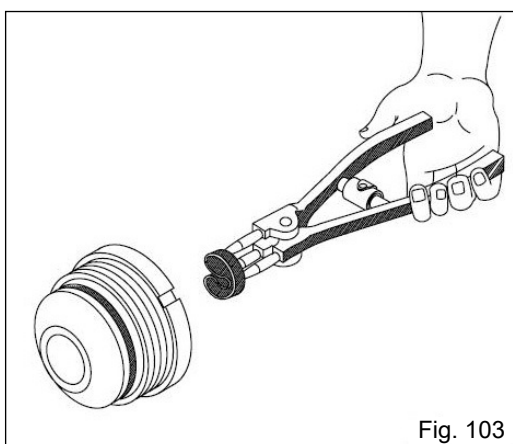

Fig. 103
b) Introduza a gaxeta na furação do guia da haste até a altura do alojamento e solte a gaxeta acomodando-a no lugar (Fig. 103);